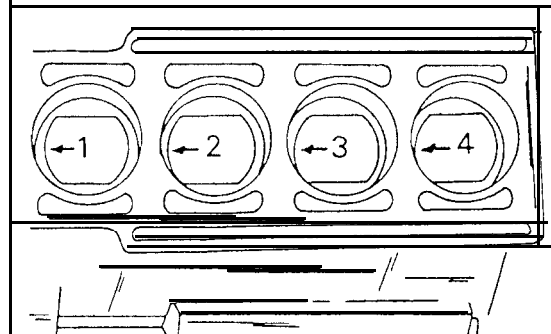

Bild 61
- Jeden Kolben und die dazugehörige Pleuelstange mit der Nummer des Zylinders versehen, aus welchem sie ausgebaut wurden. Dies kann man am besten durchführen, indem man die Zylinder Nummer mit Farbe auf den Kolbenboden aufzeichnet. Ebenfalls einen zur Vorderseite des Motors weisenden Pfeil in den Kolbenboden einzeichnen. In Bild 61 ist dies bei einem Vierzylindermotor gezeigt.